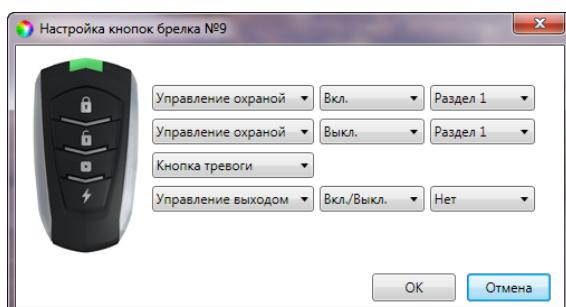

Рисунок 7.10 – Настройка кнопок брелока
4. Нажмите кнопку OK, чтобы сохранить назначенные функции (см. рисунок 7.10).